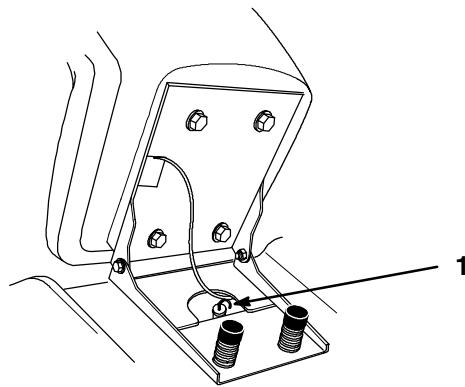

Figure 46
4. Nettoyer les abords de la jauge de transmission (Fig. 46) pour éviter la chute d'impuretés dans l'ouverture de remplissage, ce qui risquerait d'endommager la transmission.
5. Retirer la jauge et essuyer l'extrémité métallique (Fig. 46).
6. Verser lentement le volume d'huile de recharge spécifié dans le tube de remplissage (Fig. 46).
8. Contrôler ensuite le niveau d'huile de la boîte-pont comme expliqué à la page 42. Rajouter de l'huile lentement pour amener le niveau jusqu'au repère du plein (F) sur la jauge.